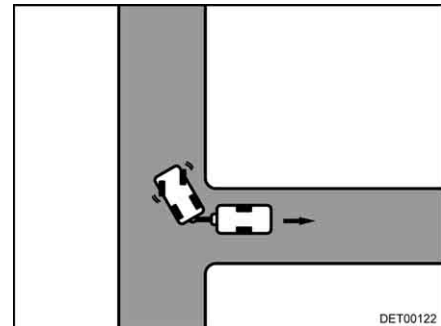

Bild 17 Styr åt höger
- Vrid ratten åt höger och backa försiktigt (Bild 17).